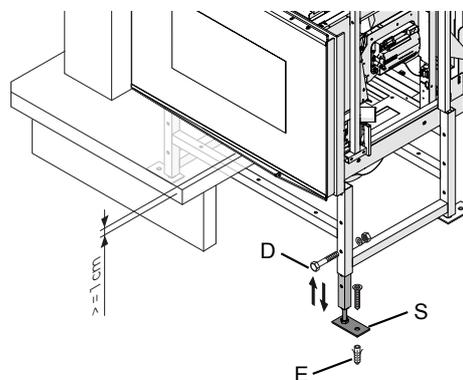
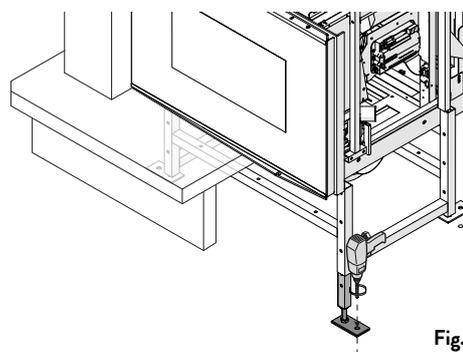
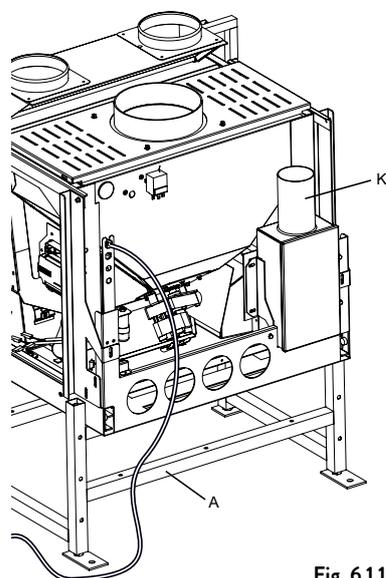

Fig. 6.1.2
Fig. 6.1.3
Fig. 6.1.1
Le châssis d'extraction est composé de (Fig. 6.1.1) :
Installation (Fig. 6.1.1, Fig. 6.1.2, Fig. 6.1.3) :
- 3) Percer 4 trous Ø 8 pour la fixation au sol du châssis (Fig. 6.1.3). Utiliser le châssis comme gabarit.
- 4) Fixer les pieds (S) du soubassement à l'aide de solides chevilles expansibles en acier Ø 8 mm (E).
- 5) Relier le collecteur de sortie (K) au conduit de sortie des fumées.
- 7) Prévoir l'arrivée de la ligne électrique à l'arrière de l'insert (M).